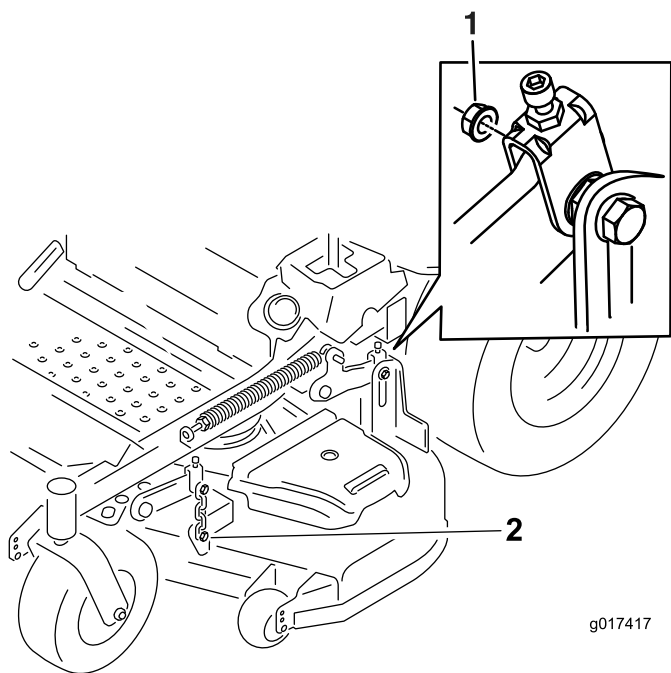

Bild 81
7. Entfernen Sie die Schrauben an beiden Seiten des Mähwerks (bewahren Sie sie auf), wie in Bild 81 dargestellt.